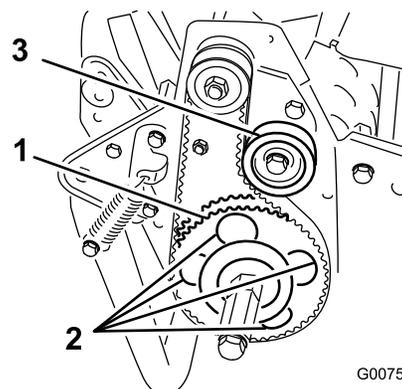

Figura 38
7. Rode a polia de transmissão até que os furos fiquem alinhados com os 4 parafusos flangeados dos rolamentos do rolo (Figura 38).
11. Ajuste a tensão da correia e aperte o parafuso de montagem da polia intermédia (Figura 38).